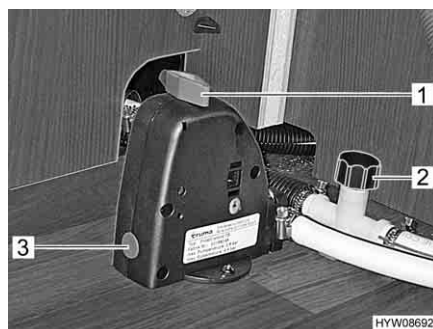

Fig. 111 Valvola di sicurezza/di scarico e rubinetti di scarico
- Chiudere la valvola di sicurezza/di scarico (Truma). A tal fine ruotare la manopola (Fig. 111,1) verticalmente rispetto alla valvola di sicurezza/di scarico e premere verso l'interno il bottone automatico (Fig. 111,3). Con temperature inferiori a 6 °C non è possibile chiudere la valvola di sicurezza/di scarico.
- Chiudere i rubinetti di scarico (Fig. 111,2). A tal fine, ruotare il coperchio in senso orario. L'ubicazione delle valvole di sicurezza/di scarico e dei rubinetti di scarico è riportata al paragrafo "Posizione dei rubinetti di scarico delle valvole di sicurezza/di scarico", alla fine di questo capitolo.